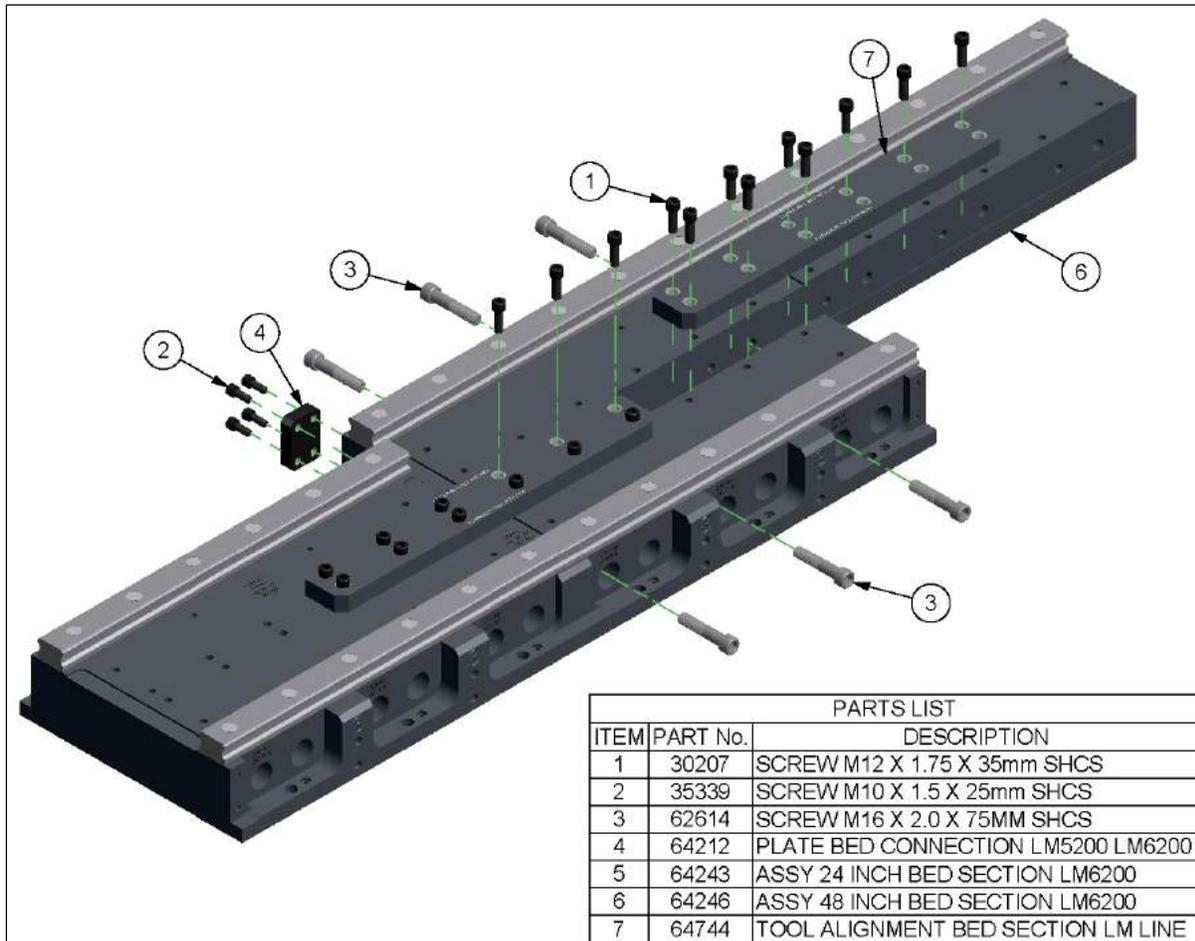

Abbildung 2
- Bringen Sie den nächsten 48"-Abschnitt in Position und drücken Sie ihn gegen die anderen Abschnitte, wie in Abbildung 2 gezeigt. Die 6x M16-Befestigungselemente (Pos. 3) und montieren und mit 13,5 Nm (10 ft-lb) anziehen. Lösen Sie sie dann vollständig, und ziehen Sie sie wieder an, bis sie gerade Kontakt haben.
- Legen Sie das zweite Ständerausrichtwerkzeug (Pos. 7) wie in Abbildung 2 gezeigt auf die Abschnitte. Die Befestigungselemente zuerst an den montierten Abschnitten mit 88 Nm (65 ft-lb) anziehen. Dann die Befestigungselemente am neuen Abschnitt mit 88 Nm (65 ft-lb) anziehen.
8. Eine Ständerverbindungsplatte (Pos. 4) wie in Abbildung 2 dargestellt montieren und die Befestigungselemente mit 54 Nm (40 ft-lb) anziehen.